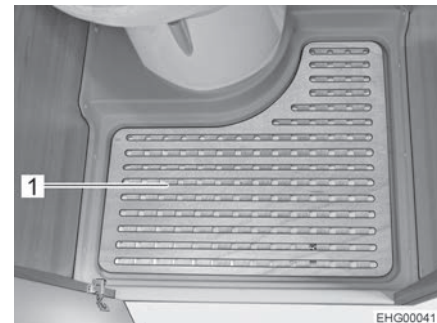

Fig. 116 Piastra del pavimento rimovibile
- Rimuovere la piastra del pavimento (Fig. 116,1) per utilizzare la doccia.